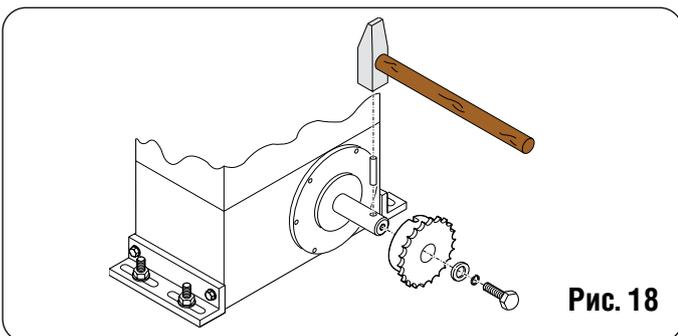

Рис. 18
4.5.1. МОД. 844 ER CAT (рис. 18 - 19)